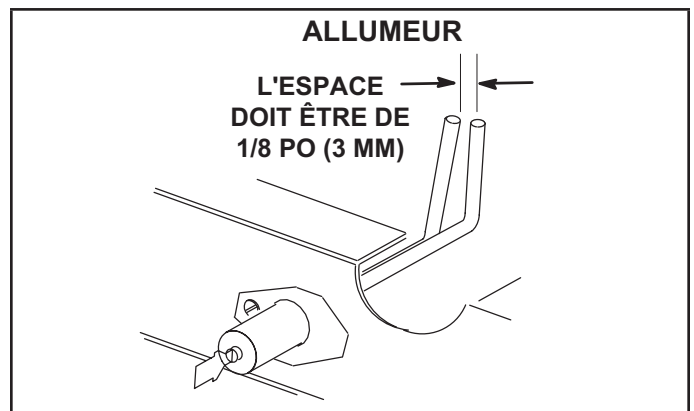

FIGURE 35
- 4 - Localiser l'allumeur sous les brûleurs de gauche. Vérifier l'écartement des contacts à l'aide de mèches hélicoïdales ou de jauges d'épaisseur de la taille appropriée. Voir FIGURE 35.